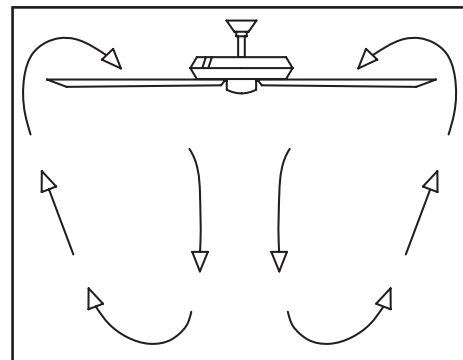

Figura 16
**Clima cálido** - (Hacia adelante) Un flujo de aire hacia abajo surge efecto refrescante, como se muestra en la Figura 16. Esto te permite fijar tu aire acondicionado en configuración más alta sin afectar tu comodidad.